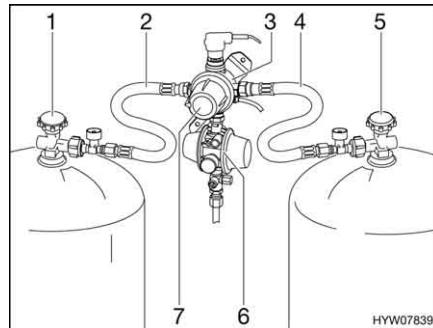
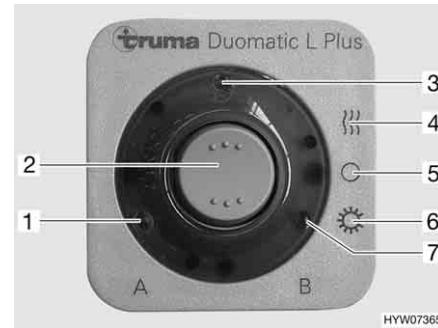

Fig. 111 Impianto di commutazione DuoComfort
Fig. 112 Centralina di controllo
L'impianto di commutazione DuoComfort è costituito da una valvola di commutazione (Fig. 111,3) e da una centralina di controllo (Fig. 112). Il regolatore centrale è montato tra il regolatore di pressione del gas (Fig. 111,6) e i tubi del gas (Fig. 111,2 e 4). Con la manopola (Fig. 111,7) sulla valvola di commutazione è possibile stabilire, quale delle bombole del gas viene utilizzata come bombola in uso e quale bombola del gas viene utilizzata come bombola di riserva.
Sulla centralina di controllo (Fig. 112) possono venire azionate solo le funzioni elettriche. Le valvole principali di arresto delle bombole del gas (Fig. 111,1 e 5) devono essere aperte manualmente.
- Aprire le valvole principali di arresto delle bombole del gas (Fig. 111,1 e 5).
- Con la manopola (Fig. 111,7) sul regolatore (Fig. 111,3) selezionare la bombola del gas, da cui proviene la principale alimentazione del gas (bombola in uso). Girare la manopola fino all'arresto.
- Sulla centralina di controllo (Fig. 112) attivare l'impianto di commutazione DuoComfort. Posizionare l'interruttore a bilico (Fig. 112,2) su funzionamento invernale "On e riscaldamento" (Fig. 112,4) oppure su funzionamento estivo "On" (Fig. 112,6). La valvola di commutazione è ora disareata. L'indicazione di funzionamento (Fig. 112,3) si accende.
- Portare l'interruttore a bilico (Fig. 112,2) in posizione "O" (Fig. 112,5). L'indicazione di funzionamento (Fig. 112,3) si spegne.
- Chiudere le valvole principali di arresto delle bombole del gas (Fig. 111,1 e 5).
Le spie di controllo sulla centralina di controllo (Fig. 112,1 e 7) segnalano all'interno del veicolo, se le bombole del gas sono pronte al funzionamento.